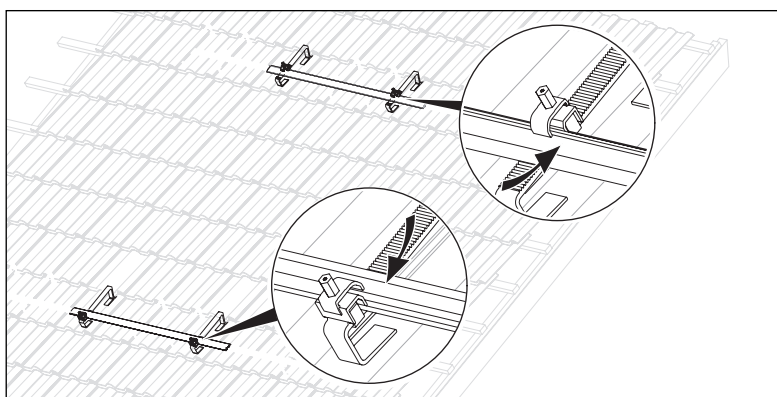

Abb. 4.34 Montageschienen montieren
- Verbinden Sie die Montageschienen und befestigen Sie diese mit den Klemmelementen an den Dachankern (vgl. **Abb. 4.34**).